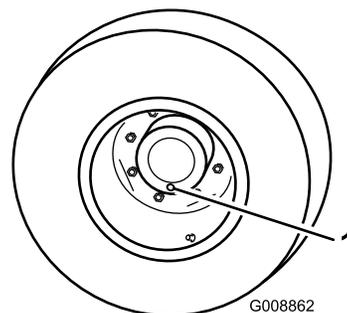

Figura 67
1. Posizionate la macchina parcheggiata su una superficie piana e la ruota in modo che 1 dei tappi di controllo si trovi nella posizione inferiore (ore 6) (Figura 67).